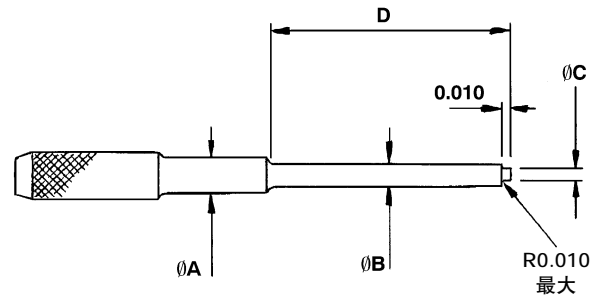

图 7.（用于敲打）轴销的冲头外形尺寸
5. 转动球体以便接近轴销，用一改进型平行销冲头（见图 7）把轴销（件号 10）从轴和球体凸缘处敲出（见图 7）。
7. 用尖冲头 (图 7) 将轴销 (件号 10) 打入球体和驱动轴。把轴销定位在它的中心线恰好穿过驱动轴线。